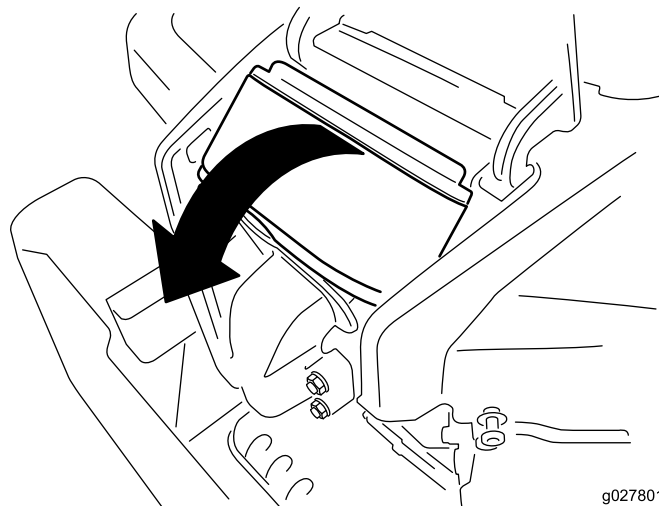

Figura 41
4. Retire la tapa y gire el limpiador de aire para retirarlo del motor (Figura 41).